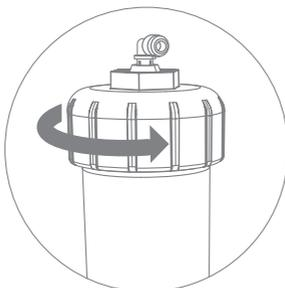
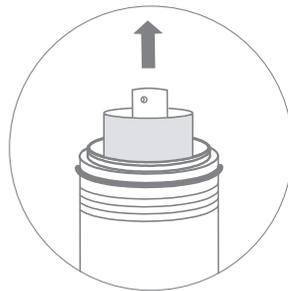

Рис. 17
Рис. 18
3. Открутите крышку корпуса мембраны (рис. 17), используя ключ из комплекта поставки, извлеките обработанную мембрану (рис. 18).